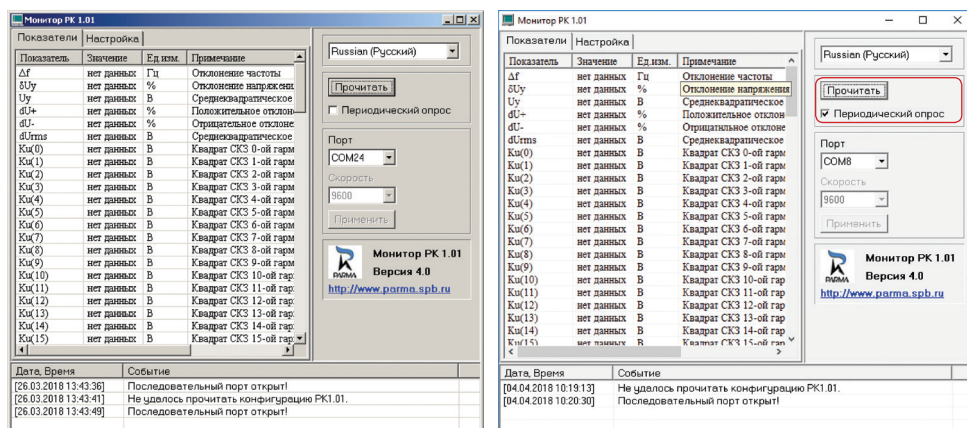

Рисунок 25
6.5.12 В окне «Настройки» должна отобразиться дата, текущее время регистратора, заводской номер и номер COM порта, а в окне «Показатели», перечень измеряемых параметров, *рисунок 25*.
6.5.13 Убедиться, что регистратор осуществляет измерение параметров электрической энергии, в окне «Показатели» нажать на кнопку «Прочитать», должны измениться данные в столбце Значения, *рисунок 25*.
6.5.14 Активировать кнопку «Периодический опрос», *рисунок 25* и нажать кнопку «Прочитать», убедиться, что регистратор осуществляет измерение параметров ПКЭ, текущие параметры изменяются. Последовательность выводимой информации описана в структуре файла в приложении А.